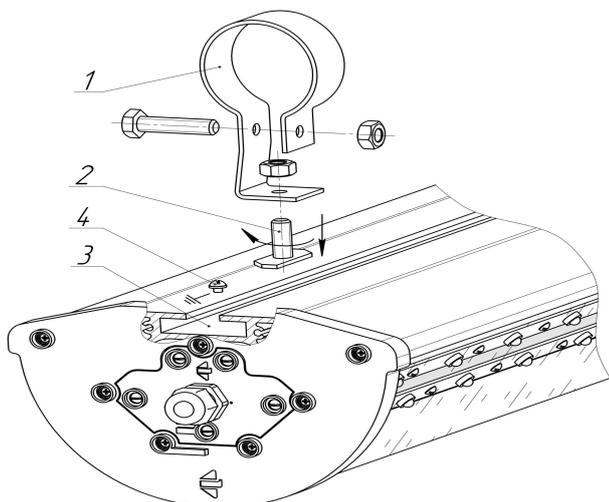

Рис.2 Крепление светильника
2.2.1 Монтаж светильника на опоры освещения и элементы металлоконструкций производить с помощью двух хомутов (см. рис.2 поз.1). Крепление хомутов к светильнику производить с помощью болтового соединения, где болт (рис.2 поз.2) устанавливается в Т-образный паз (рис.2 поз.3), выполненный в основании корпуса светильника и проворачивается на 90° до упора.
-подключение провода внешнего заземления производится к винту, расположенному на корпусе светильника (рис.2 поз.4) и имеющему маркировку « \equiv ».